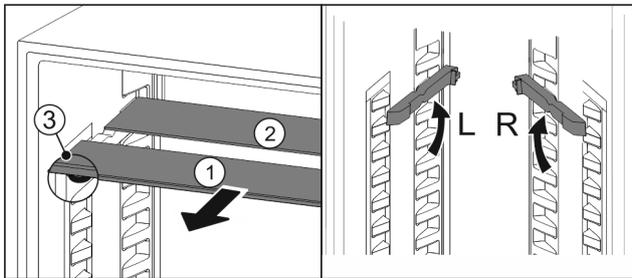

Fig. 46
- ▶ Retire las planchas de cristal individualmente hacia delante Fig. 46 (1).
- ▷ La placa de vidrio Fig. 46 (1) con moldura está situada delante.
- ▷ Los topes Fig. 46 (3) miran hacia abajo.